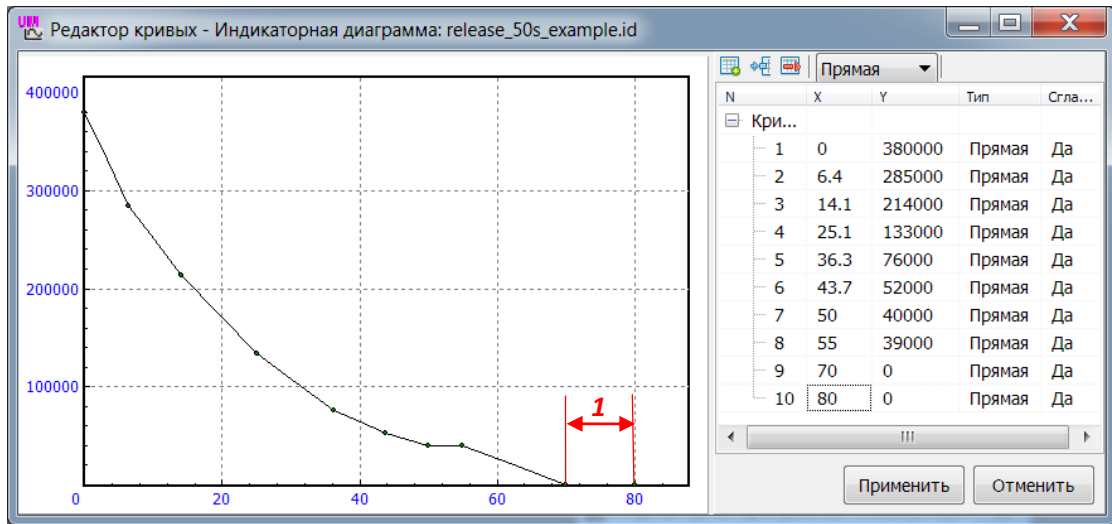

Рис. 15.25. Задание индикаторной диаграммы отпуска
**Важно!** Индикаторные диаграммы отпуска должны быть монотонно убывающими функциями, то есть при  $t_1 < t_2, p(t_1) \geq p(t_2)$ , рис. 15.25. При этом последний участок диаграммы должен задавать нулевое давление (для любого  $t, p(t) = 0$  – участок *I* на рис. 15.25).